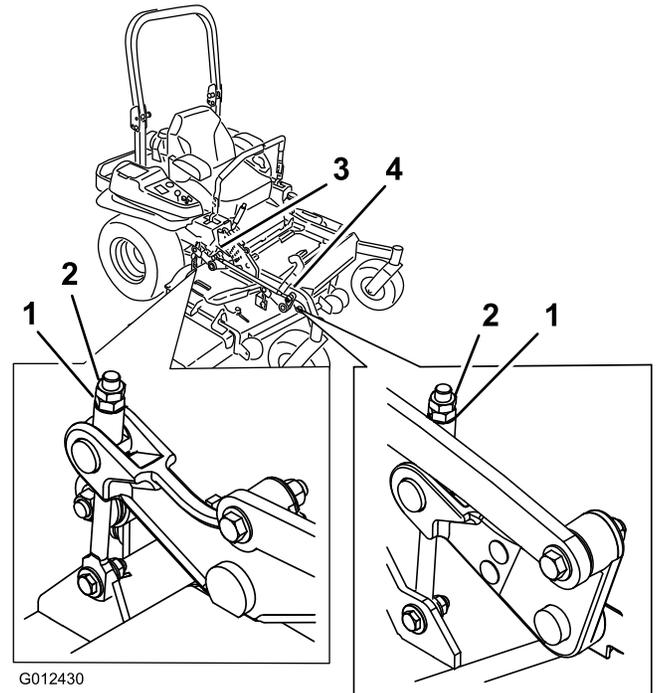

**Figura 88**
**Nota:** La distancia debe ser de 7,6 cm; consulte Figura 88.
15. En ambos lados de la carcasa, mida desde la superficie nivelada hasta la punta trasera de la cuchilla (Posición B). La distancia debe ser de 8,3 cm; consulte Figura 88.